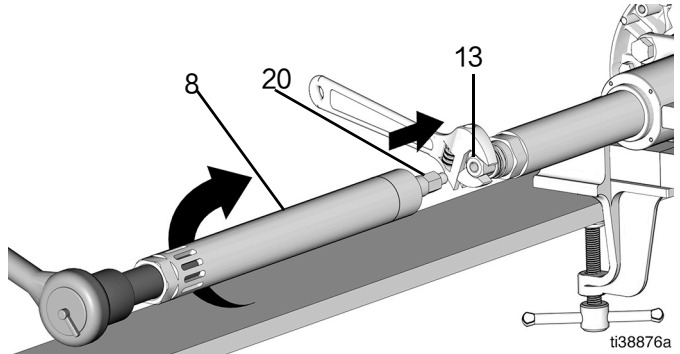

图 32
- 17. 重新安装入口泵管组件, 连接位于入口泵管 (8) 内部的铲杆 (20), 并使用 3/4 英寸套筒连接到连杆 (13) 并拧紧 (扭矩 50 - 60 ft-lb/ 67.8 - 81.3 N•m) (图 32)。